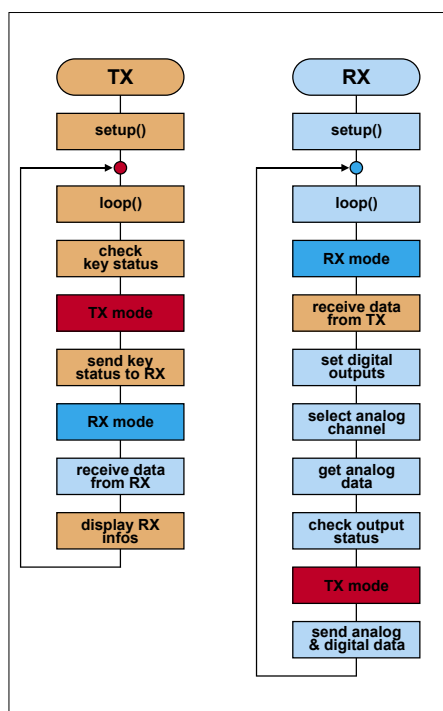

Figure 4. Diagramme des protocoles de communication des deux unités.
Le diagramme (**fig. 4**) décrit le déroulement d'une communication entre l'unité frontale (UF) et l'unité distante (UD). En principe, l'UF se contente de détecter la pression d'un bouton et transmet cette information à l'UD qui se charge de la traiter. Les boutons UP, DOWN, LEFT et RIGHT amènent chacun une des sorties binaires à l'état bas ; le bouton SELECT permet de choisir parmi quatre entrées analogiques pour lire l'une de quatre valeurs de mesure possibles.